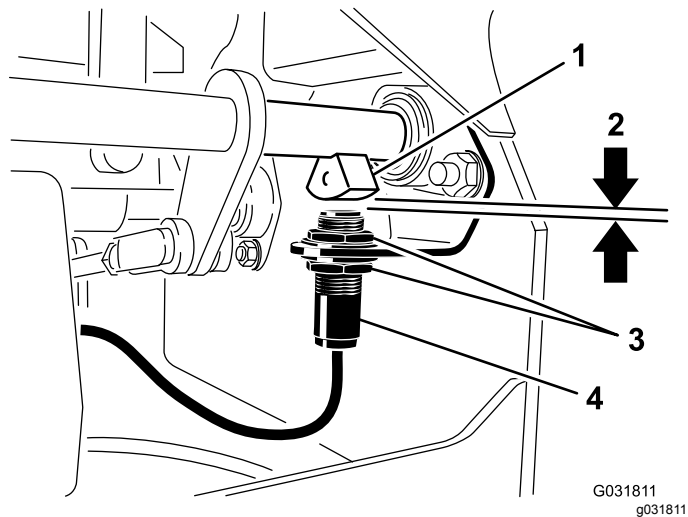

图44
4. 在支架上上下移动开关直至制动轴传感器与开关柱塞之间的距离达到 4mm 如图44 所示。